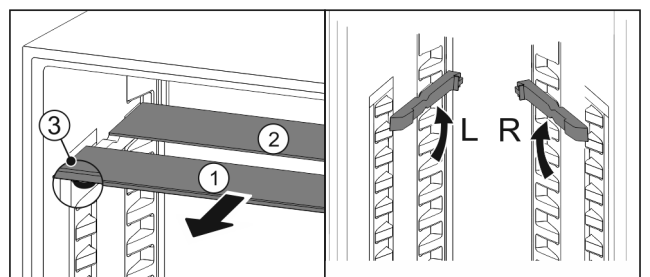

Fig. 117
- ▶ Посуньте Fig. 117 (1) скляну панель вперед.
- ▷ Скляна панель Fig. 117 (1) з декоративною планкою лежить спереду.
- ▷ Стопори Fig. 117 (3) показують вниз.